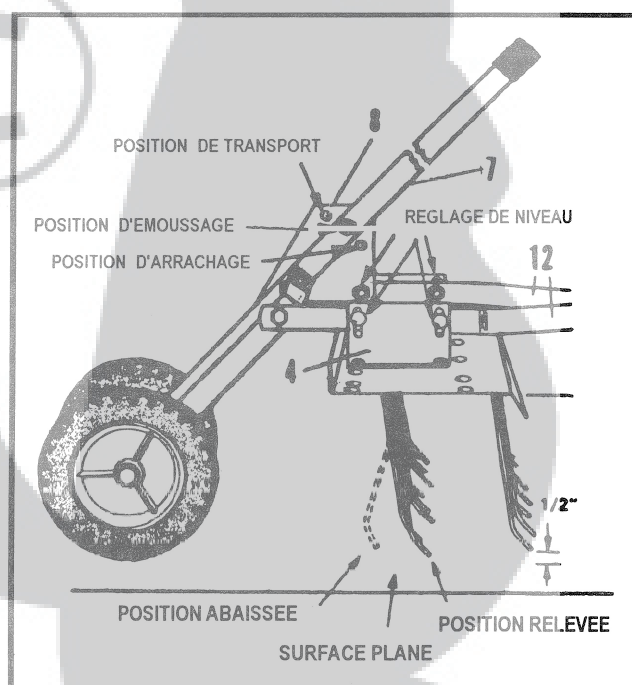

Fig. 5
(Voir Fig. 5)
- Procéder aux réglages des longerons (12) au niveau des équerres (4) de manière à ce que les extrémités des griffes soient à environ 1,2 cm du sol en position relevée et touchent le sol en position abaissée. Voir Fig. 5. Serrer toutes les vis pour maintenir cette position.